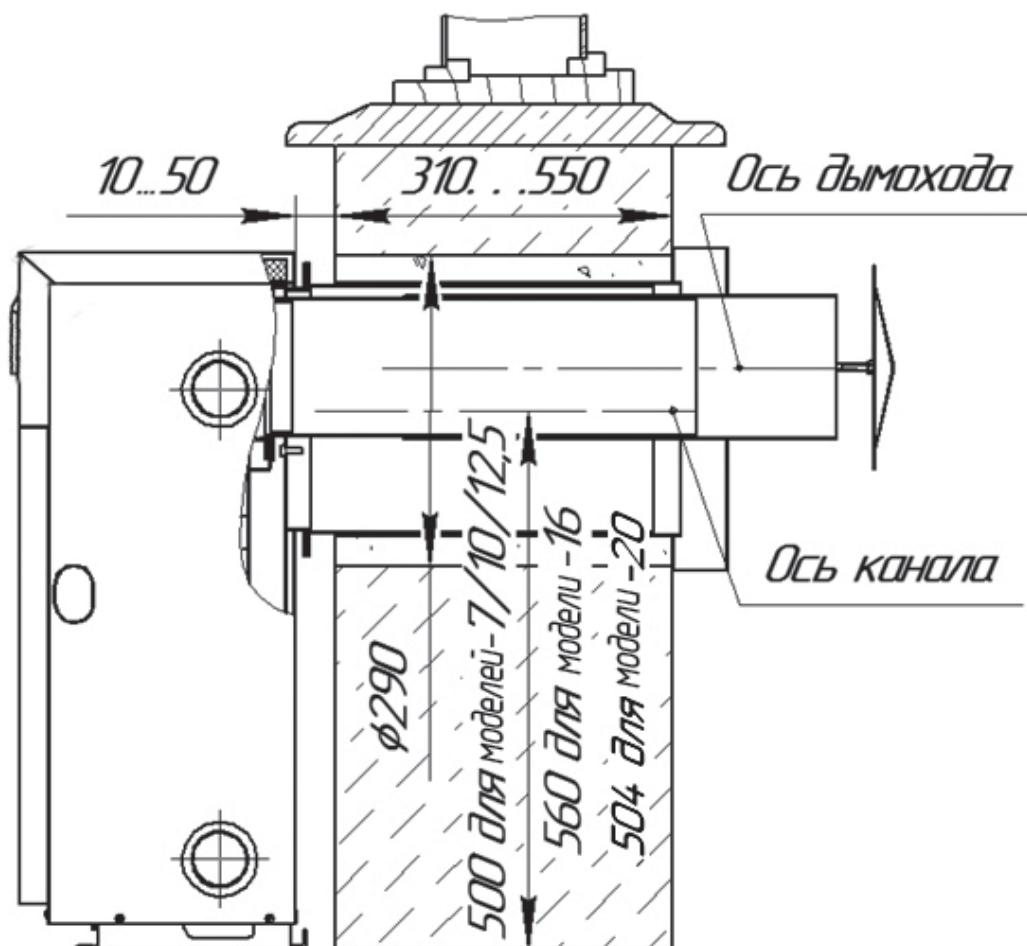

Рисунок 6 - Схема установки котла
7.7. В наружной стене - на высоте 500 мм для котлов модели КСГЗ - 7 В, КСГЗ - 10 В и на высоте 560 мм для котлов модели КСГЗ - 12,5 В и КСГЗ -16 В, на высоте 504 мм для котлов модели КСГЗ - 20В (см. рис.6) от несгораемого покрытия пола выполнить отверстие Ø 290 мм (не менее), при этом учесть, что для обеспечения демонтажа устройства газогорелочного (рис.3) на расстоянии не менее 0,5 м от котла не должно быть никаких строительных элементов или стационарно установленного оборудования;